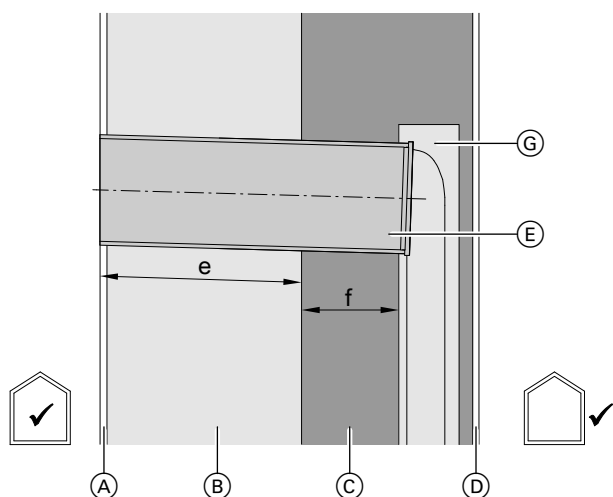

Abb. 10
- Montage mit Montageelement für Fensterlaibung: Länge e ermitteln: Siehe Abb. 10.